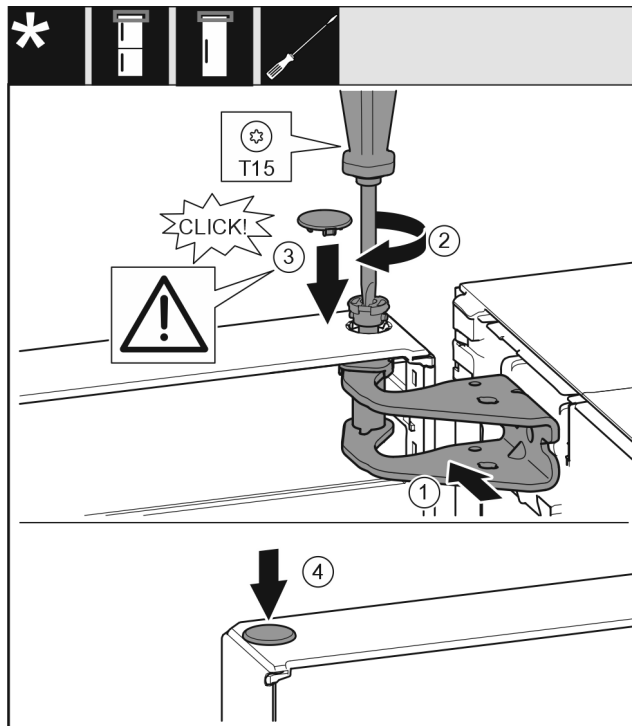

Fig. 20
- ▶ Вирівняйте дверцята зверху по отвору в опорному кронштейні. Fig. 20 (1)
- ▶ Вставте палець та закрутіть за допомогою викрутки T15. Fig. 20 (2)
- ▶ Встановіть захисну кришку для захисту дверцят: вставте захисну кришку і проконтролюйте, щоб вона прилягала до дверцят. Якщо це не так, повністю вставте палець. Fig. 20 (3)
- ▶ Вставте пробку. Fig. 20 (4)